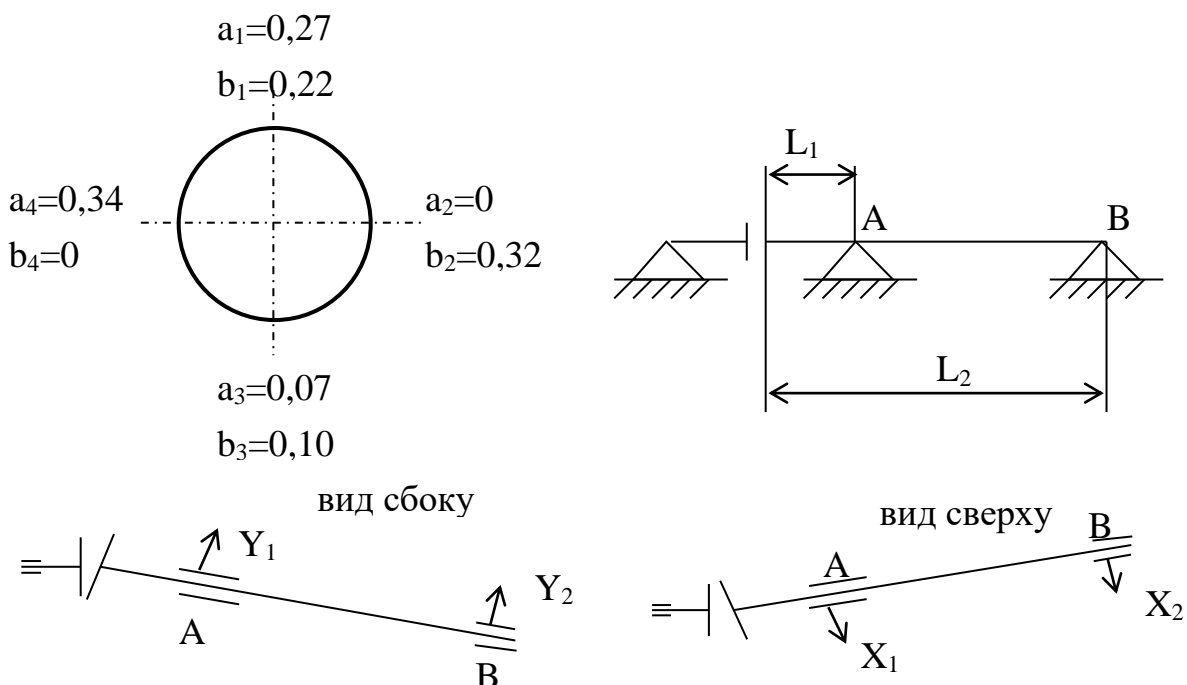

Рисунок 14 - Схема измерений по полумуфтам
3. Описать методику измерений центровки машины по полумуфтам (рисунок 14).
4. Выполнить схему измерений (рисунок 14), проставив на ней необходимые для расчета параметры в соответствии с данными своего варианта